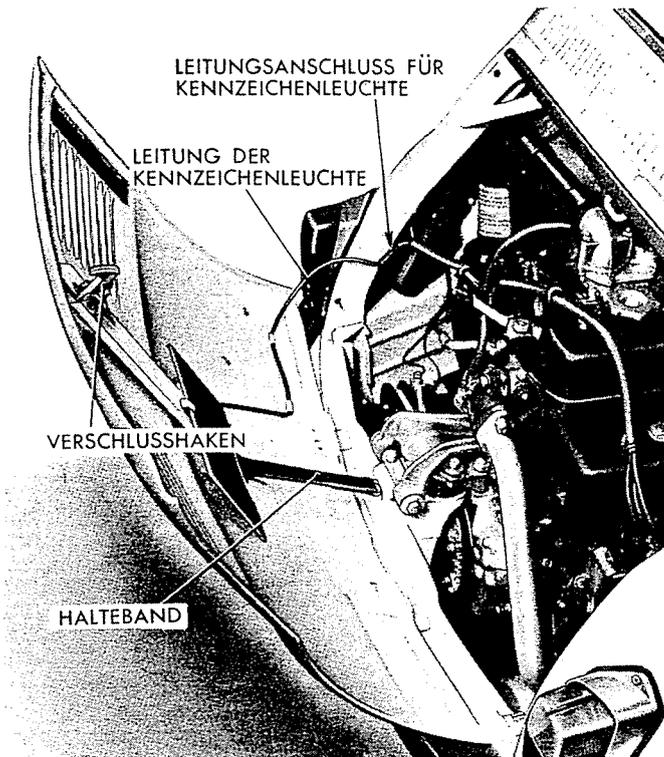

Abb. 414 - Geöffnete Motorhaube.
- Steckanschluss für die Leitung der Kennzeichenleuchte lösen (Abb. 414);